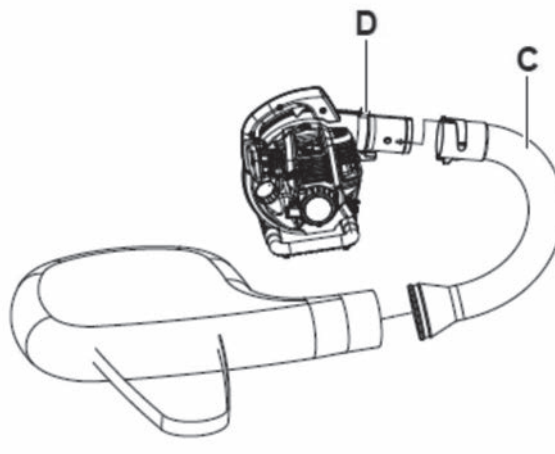

РИС. 5
2) Совместите прорези в изогнутой трубке (С) с выступами на выпускном отверстии вентилятора (D). Наденьте трубку и поверните вниз, пока она не зафиксируется на месте. При правильной сборке трубка будет изогнута вниз (рис. 5).
2) Удерживая машину, поверните изогнутую трубку против часовой стрелки, пока она не отделится от машины. (рис.5)